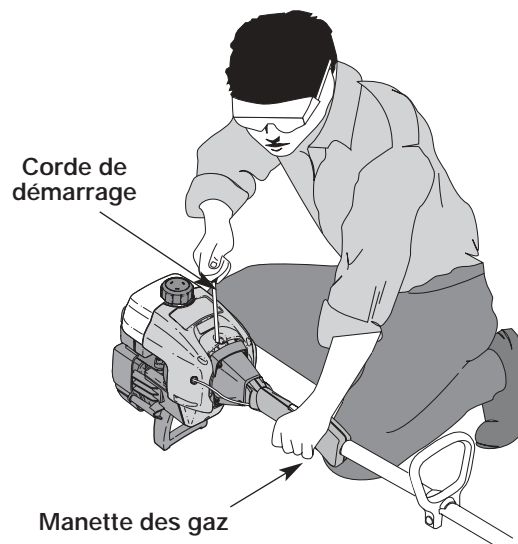

Figure 8
AVERTISSEMENT : évitez tout démarrage accidentel. Tenez-vous en position de démarrage lorsque vous tirez la corde de démarrage (Fig. 8). L'opérateur et l'appareil doivent tous deux être en position stable pour éviter des blessures graves.
5. L'appareil étant prêt à démarrer (Fig. 8), mettez la manette des gaz à pleins gaz. Tirez brusquement sur la corde de démarrage 5 fois de suite, le levier étant en position d'étranglement **MAXIMUM (A |←|)** Si le moteur essaie de démarrer avant le cinquième tir, passez à l'étape 6.
7. Tirez brusquement sur la corde de démarrage 1 à 3 fois pour démarrer le moteur (Fig. 8).
1. Relâchez la manette des gaz (Fig. 8). Laissez le moteur se refroidir au ralenti.